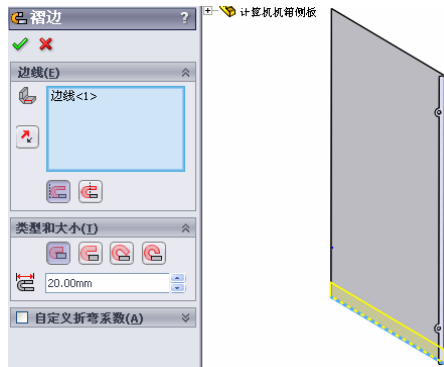
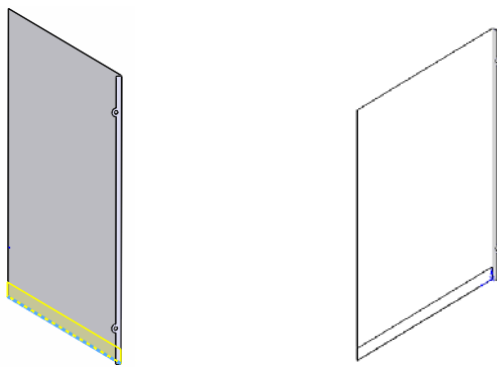

图 10-17 进行褶边操作
图 10-18 生成褶边特征
⑥ 生成“褶边”。选择菜单栏中的“插入”→“钣金”→“褶边”命令，或者单击“钣金”工具栏中的“褶边”图标，弹出“褶边”属性管理器，选择图 10-17 所示实体的边线，在对话框中的类型和大小选项中选择“闭环”选项，输入长度数值：20，然后单击“确定”图标。最后结果如图 10-18 所示。